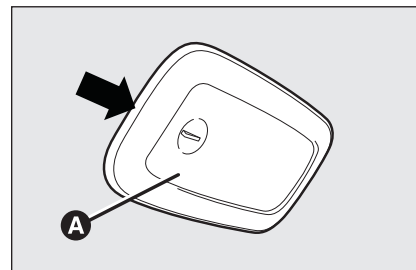

fig. 38
- ☐ intervenga en el punto indicado por la flecha y extraiga la lámpara de techo **A-fig. 38**;